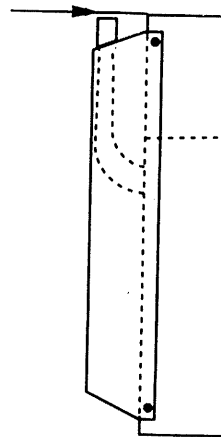

FIG 2
8. Revisser le carter arrière (voir Fig. 2) et repositionner éventuellement le flexible afin qu'il ne dépasse pas la partie supérieure du four.